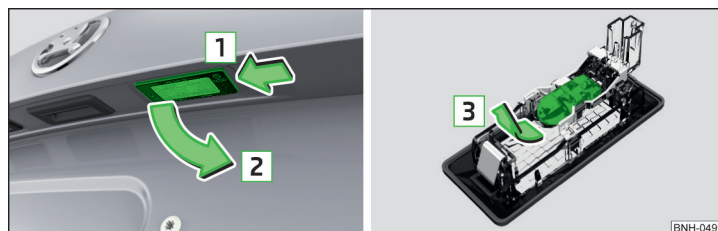

Abb. 186 Kennzeichenleuchte ausbauen / Glühlampe wechseln
- Die Leuchte in Pfeilrichtung **1** » Abb. 186 eindrücken.